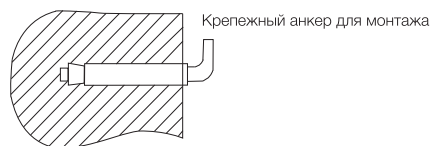

Рис. 2
- После выбора места монтажа определите места под два крепежных болта с крюками (в зависимости от спецификаций выбранного изделия). Прорежьте в стене два отверстия необходимой глубины с помощью сверла размером, соответствующим размеру крепежных болтов, вставьте винты, поверните крюк вверх, плотно затяните гайки, а затем установите на него электрический водонагреватель (см. рис. 2).